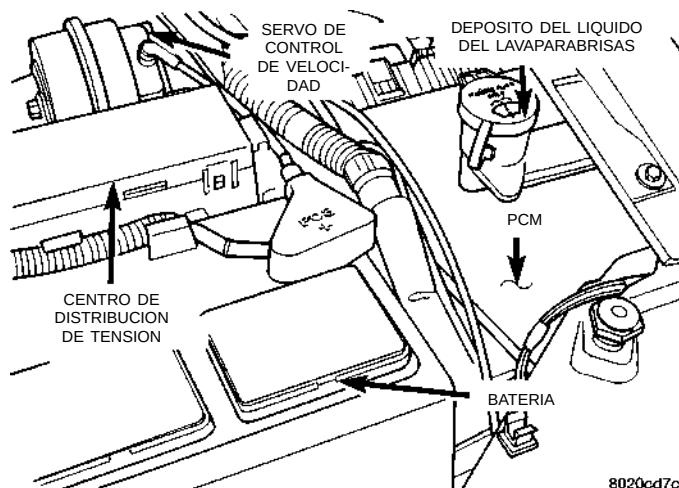

Fig. 54 Batería, PCM y PDC
- (2) Verifique los dos conectores de 40 vías del PCM para detectar posibles cables estirados en terminales arrancados (Fig. 54).
- (3) Abra el Centro de distribución de tensión (PDC). Verifique que no haya fusibles fundidos. Ase-
(24) Verifique las conexiones del servo de control de velocidad, si está instalado (Fig. 54). Consulte el Grupo 8H, Control de velocidad del vehículo.